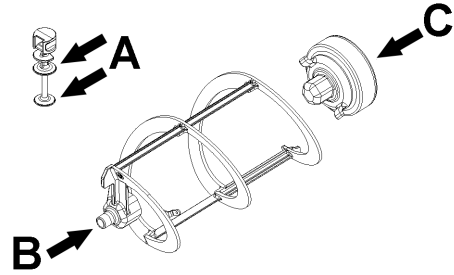
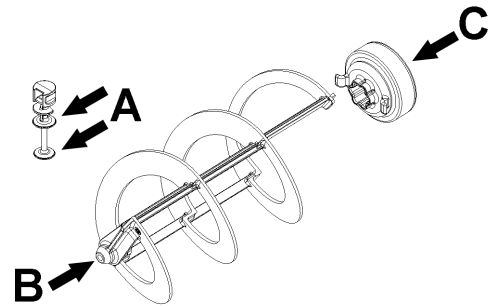

figure 19
figure 20
- 2 Lubrifier le piston du robinet, le joint hexagonal et le mélangeur aux points indiqués dans la (voir figure 19) (NG6) o (voir figure 20) (NG10). Utiliser uniquement la graisse fournie avec la machine ou une autre **graisse prévue pour un usage**
- 3 Remettre le robinet en place sur le bac en effectuant les opérations de la (voir figure 19) (voir figure 20) en sens inverse.